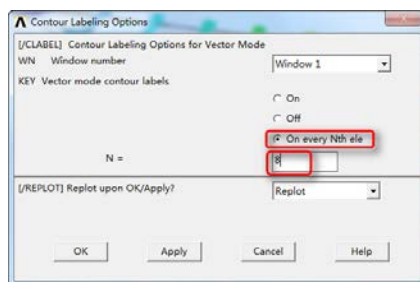

图 7-39 云图标签选项
②GUI 操作：PlotCtrls > Style > Contours > Contour Labeling，弹出如图 7-39 所示的云图标签设置，将“Key vector mode countour labels”的“on every Nth els”填入一个数字看效果，直到觉得在每条等应力线边上的字母数差不多为止。